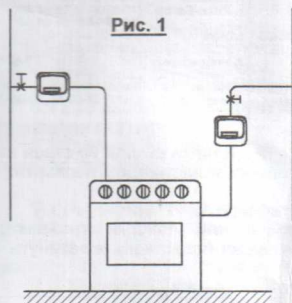

Рис. 1
7.2 Счетчик устанавливается на вертикальном или горизонтальном опуске газопровода (см. приложение, рис. 1) после крана при помощи тройника.